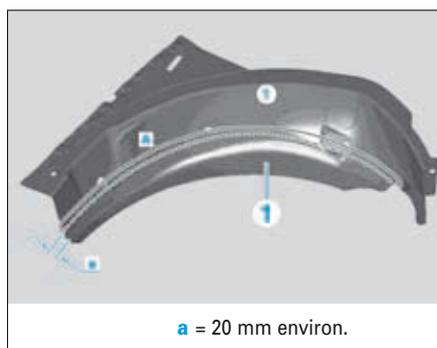

FIG. 102
- Découper la bride de raccordement vers l'intérieur avec une pince à soyer dans la zone (S).
- la partie extérieure du passage de roue arrière (1) dans la zone (A) (Fig.102),